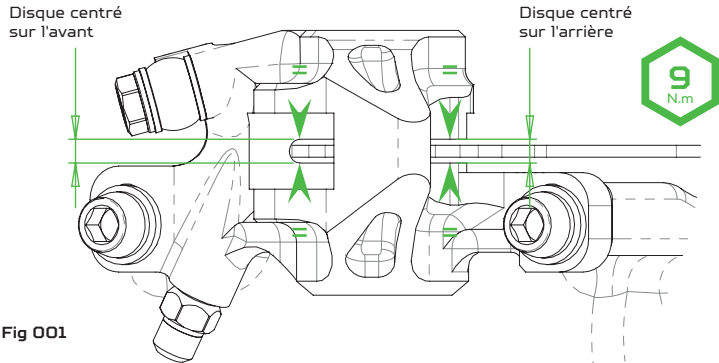

Fig 001
**004** Aux deux extrémités de l'étrier, ajustez sa position afin qu'il soit parfaitement placé, symétriquement par-rapport à la tranche du disque (voir flèches fig. 001). Serrez ensuite les 2 vis M6 à l'aide d'une clef Allen de 5mm. Couple de serrage recommandé : **8-9 N.m.**